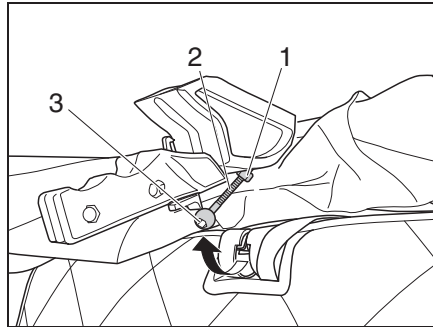

Bild 44 Verriegelung Aufstelltdach
- Bolzen (Bild 44,2) aus der Verriegelungsaufnahme schwenken.
- Sechskantschraube (Bild 44,1) lösen.
- Bolzen mit einem Innensechskantschlüssel an der Innensechskant-Aufnahme (Bild 44,3) anziehen.
- Sechskantschraube (Bild 44,1) anziehen und Bolzen (Bild 44,2) in Verriegelungsaufnahme schwenken.